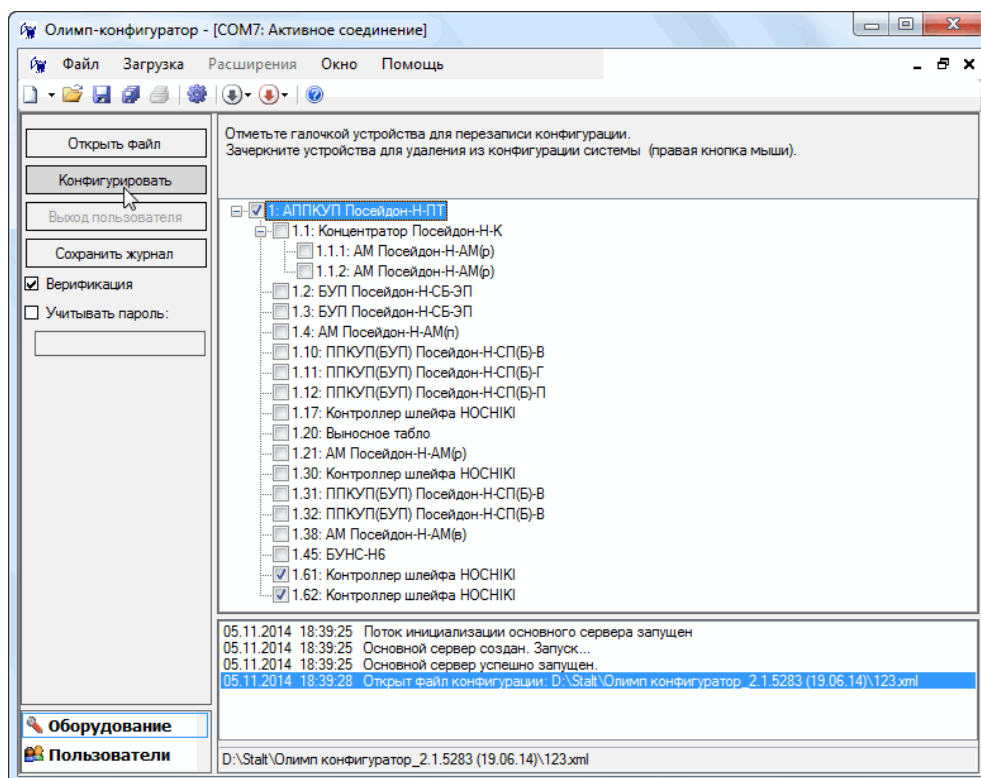

Рисунок 8.13 - Подача команды «Конфигурировать» в окне «Активное соединение»
14) После определения приборов, предназначенных для записи (обновления конфигурации), следует подать команду на начало загрузки, для чего нажать кнопку **Конфигурировать** (см. рисунок 8.13):